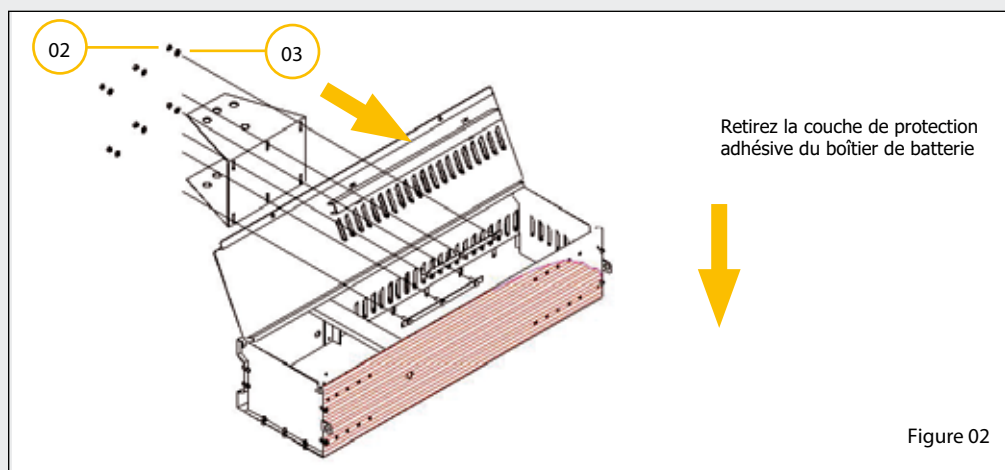

Figure 02
- Retirez la couche de protection adhésive du boîtier de batterie (voir Figure 02)